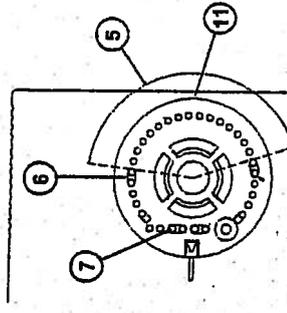

Fig. 4
B) Tag de små sifre (7) (fig. 4) op og placer dem som vist i (6) (fig. 4). (dette eksempel er skivens rotation begrænset til vinklen som vist ved (5) (fig. 4).